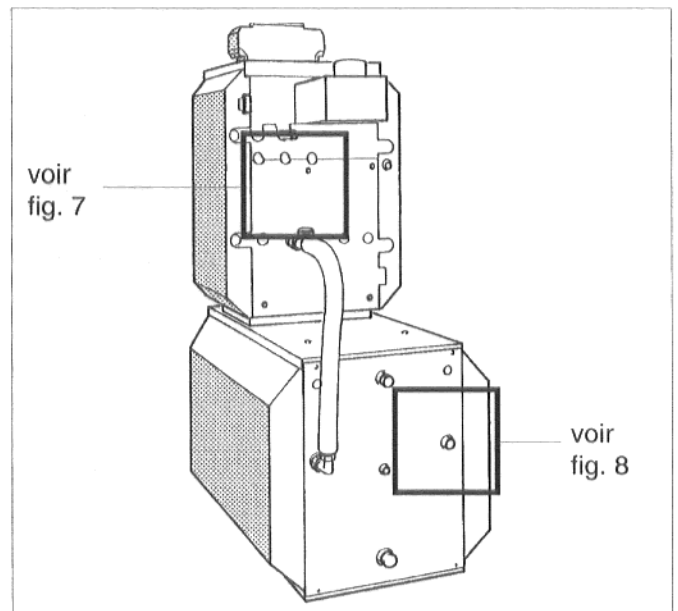

Fig. 6 : vue arrière, liaison retour montée
- Placer le joint torique dans la gorge du nipple double et visser le nipple double dans le départ préparateur de la chaudière (fig. 6 et 7).
- Placer le joint plat dans l'écrou-raccord du tuyau en métal ondulé le plus long, mettre le tuyau en métal ondulé en forme et le visser au nipple double (fig. 6 et 7).
- Placer le joint plat dans l'écrou-raccord de la soupape de non-retour et visser la soupape de non-retour au départ préparateur (fig. 6 et 8).
- Placer le joint plat pour la pompe ($\varnothing 44 \times 28 \times 2$) dans l'autre écrou-raccord de la soupape de non-retour et visser la pompe de charge du préparateur, sens de l'écoulement vers le bas, à la soupape de non-retour (fig. 6 et 8).
- Placer le deuxième joint plat pour la pompe ($\varnothing 44 \times 28 \times 2$) dans le réducteur et visser le réducteur à la tubulure d'aspiration de la pompe de charge du préparateur (fig. 6 et 8).
- Placer le joint plat dans le deuxième écrou-raccord du tuyau en métal ondulé et visser le tuyau en métal ondulé au réducteur (fig. 6 et 8).